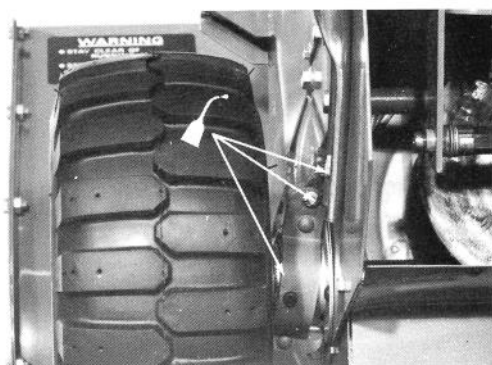

Fig. 32
2. Smør ligeledes beslagene på begge hjulkoblinger med et par dråber olie (Fig. 32). Tør overflødig olie af.